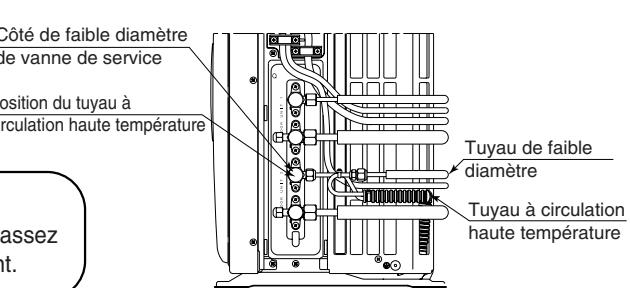

Figure 9
11. Rebrancher les tuyaux. Comme représenté sur la figure 9, raccorder le tuyau à circulation haute température entre le côté étroit de service de la vanne de service au tuyau de faible diamètre. Ajuster la longueur du tuyau de faible diamètre en sectionnant l'excédant.